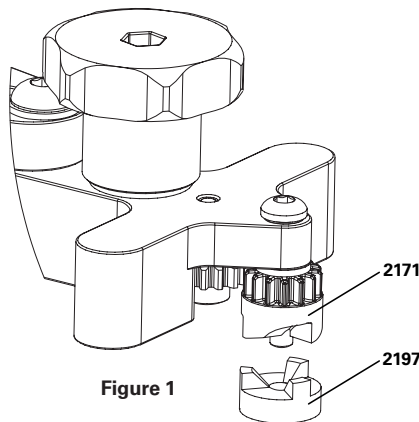
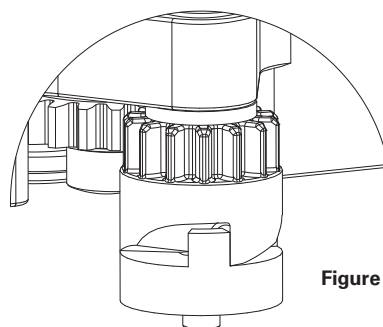

Figure 1
Figure 2
1. Prepare DT-5 or DT-5.2 for post mount or flat mount facing and move the arm assembly into place onto brake mount. Lift arm assembly and place 2197 under 2171 cutter (Figure 1), with diamond grinding surface oriented against the brake mount. The blades of the 2171 cutter will align with the back of the 2197 adaptor (Figure 2).
1. Préparer le DT-5 ou DT-5.2 pour un surfaçage post mount ou flat mount puis placer le bras de l'outil sur les plots de montage de freins. Relever le bras et placer le 2197 sous la fraise 2171 (Figure 1), avec la surface abrasif diamant orienté vers les plots de montage de freins. Les lames de la fraise 2171 s'aligneront avec l'arrière de l'adaptateur 2197 (Figure 2).
1. Bereiten Sie den DT-5 oder DT-5.2 für die Post-Mount- oder Flat-Mount-Befestigung vor und schieben Sie die Armbaugruppe auf die Bremshalterung. Heben Sie die Armbaugruppe an und legen Sie die 2197 unter die 2171-Fräse (Abbildung 1), wobei die Diamantschleiffläche gegen die Bremshalterung gerichtet sein muss. Die Klingen des 2171-Fräasers richten sich an der Rückseite des 2197-Adapters aus (Abbildung 2).